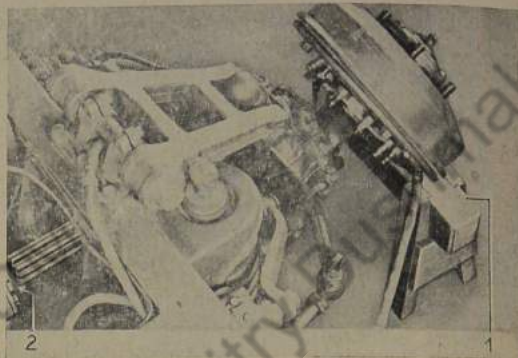

Bild 617: **Tragflansch mit Nabe abziehen, bis Quergelenkwelle aus Radantrieb frei ist**
- Tragflansch mit Nabe und Quergelenkwelle vom Antriebsgelenkgehäuse abziehen, bis das Keilnabenprofil der Quergelenkwelle aus dem Hinterantriebsgehäuse frei ist (Bild 617).